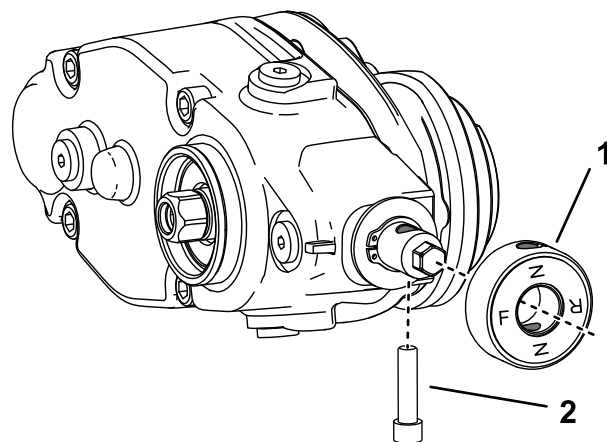

Рисунок 15
3. Если вы устанавливаете механическую щетку с левой стороны машины, выполните следующие действия (Рисунок 15):
- B. Снимите узел ручки сцепления и переверните его на 180 градусов (Рисунок 15).